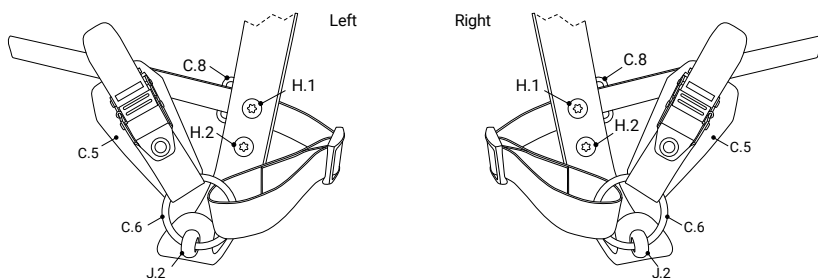

Figura 4: Correias com fivelas de catraca inferiores
Para a fixação, são necessários dois parafusos de olhal M8x9 (J.2). Posicione-os conforme ilustrado na Figura 4 ou 5. Fixe os parafusos de olhal com um fixador de roscas de alta resistência.
Passa o anel metálico (C.6) pelo parafuso de olhal e posicione a correia e a fivela conforme ilustrado na Figura 4 ou 5. O anel metálico deve passar completamente pelo parafuso de olhal.
Desaperte e retire os parafusos superior e inferior da ponteira. Coloque a tira do ilhó-guia (C.8) no rebaixo entre a haste (A) e a ponteira (B). Posicione o ilhó de guia conforme ilustrado na Figura 4 ou 5. Utilize os parafusos M8x25 fornecidos (H.2) nas fixações superior e inferior para prender a ponteira à haste. Certifique-se de que a fixação superior da ponteira passa através do orifício da tira do ilhó-guia. Passe a tira Classic através do ilhó.